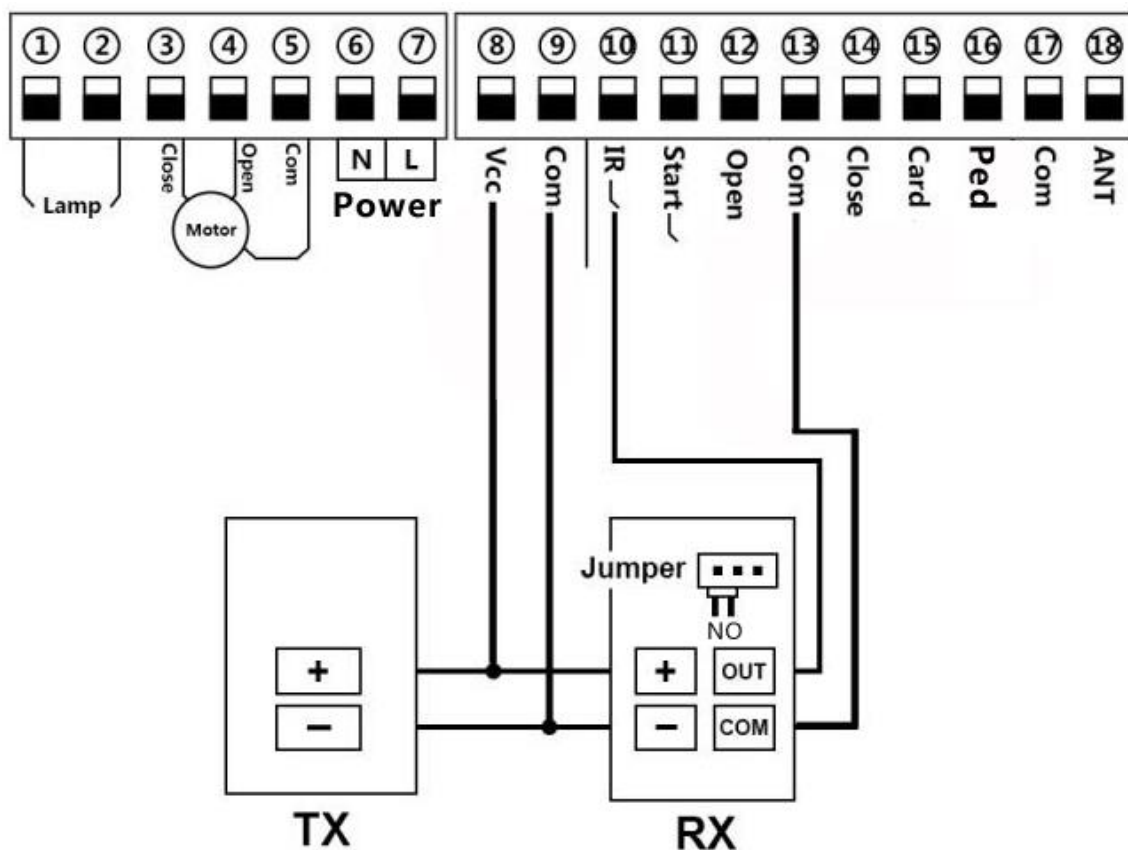

Рис. 16. Схема подключение фотоэлементов
5.3. Подключение фотоэлементов безопасности (Смотрите рисунок 16)
Подключите клемму COM на приёмнике фотоэлементов RX к клемме COM (13) на плате управления приводом. Подключите клемму OUT на приёмнике фотоэлементов RX к клемме IR (10) на плате управления приводом. Далее подключите клемму “+” приёмника RX и передатчика TX фотоэлементов к клемме VCC (8) платы управления приводом. Затем подключите клемму “-” приёмника RX и передатчика TX фотоэлементов к клемме COM (9) платы управления приводом (см. Рис. 16).